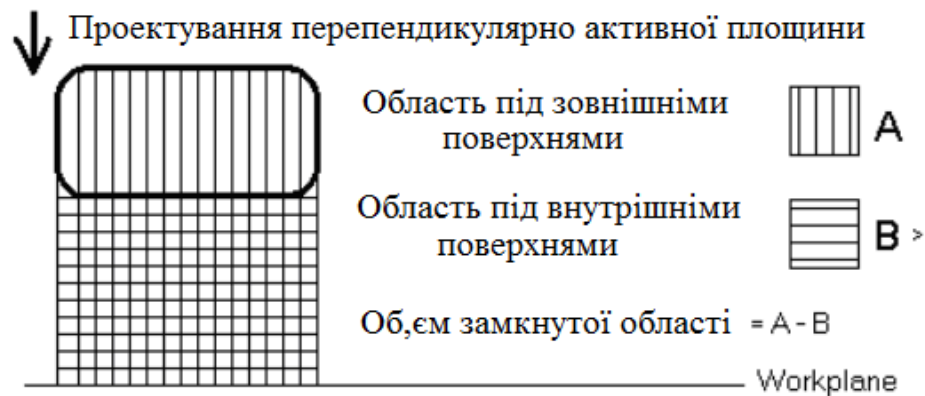

Рис. 4.15 Обчислення об'єму
3) з Об'єму А віднімають Об'єм В (рис. 4.15).